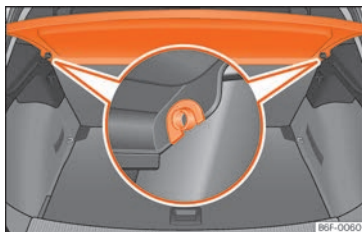

Fig. 163 En el maletero: desmontar y montar la bandeja.
- Desencaje la bandeja de los soportes laterales » » » **fig. 163** tirando de ella hacia arriba y extraiga la bandeja.
- Introduzca la bandeja horizontalmente haciendo coincidir la "herradura" sobre el eje de los soportes » » » **fig. 163**, y presione hacia abajo hasta que encastre.